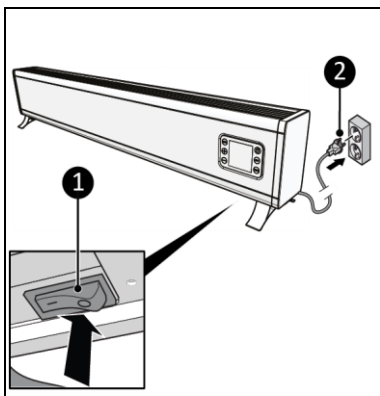

Figura 12
2. Asigurați-vă că comutatorul PORNIT/OPRIT se află în poziția OPRIT (Figura 12, poz. 1).
3. Introduceți ștecherul (Figura 12, poz. 2) într-o priză cu împământare, care este ușor accesibilă. Utilizați o priză de perete cu împământare, cu puterea minimă de 2.000 W.